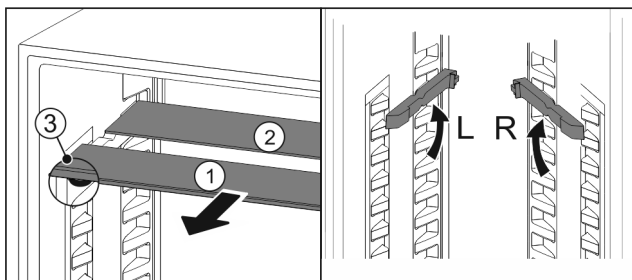

Fig. 73
- ▶ Steklene plošče posamično izvlecite Fig. 73 (1) naprej.
- ▷ Steklena plošča Fig. 73 (1) z okrasno letvijo je spredaj.
- ▷ Zaustavljalniki Fig. 73 (3) so obrnjeni navzdol.